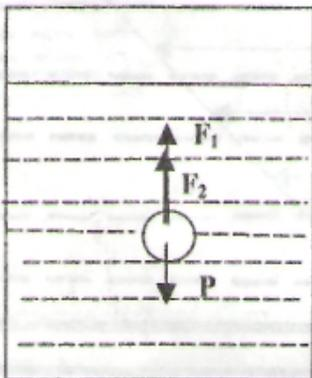

Рис. 2.
Помимо силы сопротивления (1) на шарик, падающий в вязкой жидкости, действуют ещё две силы (рис. 2). Одна из них — сила тяжести